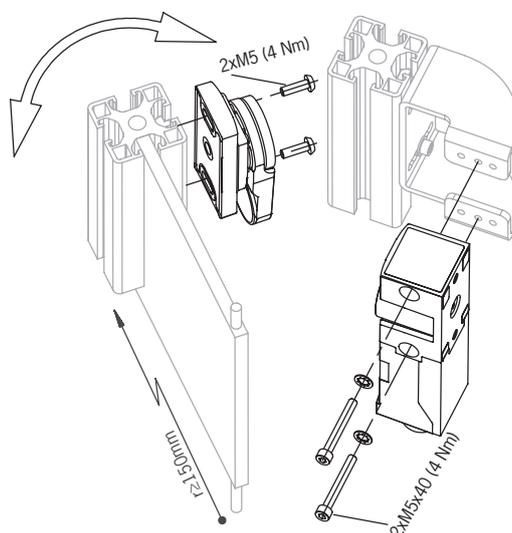

Figure 2 : Exemple de montage
- › Respectez les rayons de porte min. (voir Figure 2 : Exemple de montage à la page 10).